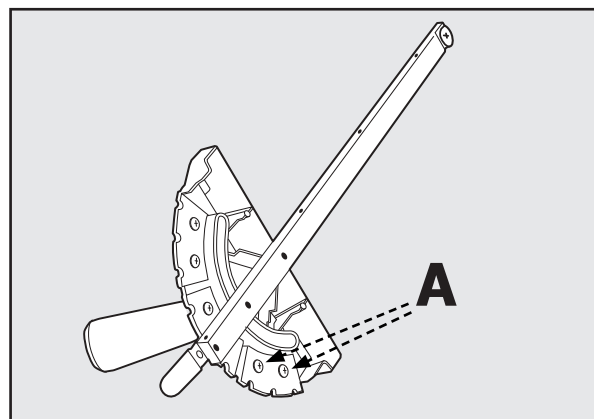

FIGURA 41
2. Afloje los 2 tornillos del segmento del tope del inglete hasta el nuevo ángulo deseado. (A) se muestra en la Figura 41.